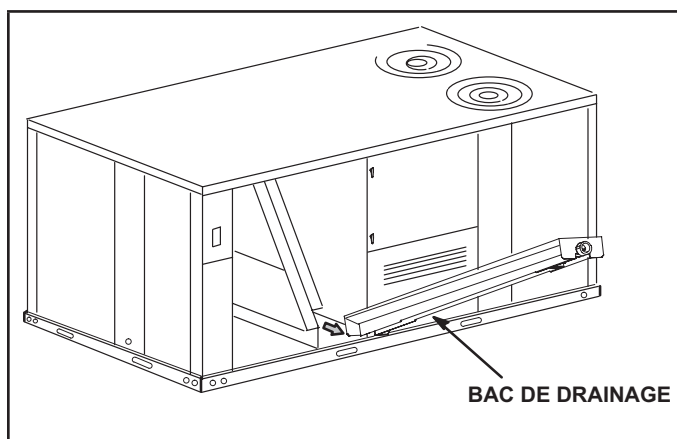

FIGURE 7
- 5 - Soulever le bord avant du bac de drainage (pour passer au-dessus de l'obturateur de drainage inférieur) et faire glisser le bac hors de l'appareil. Voir FIGURE 7.